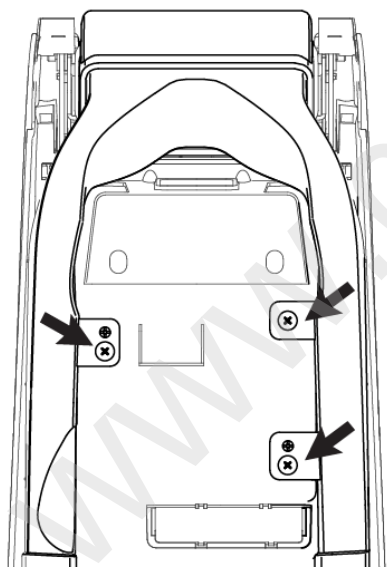

图 2.11.1 后排中出风左、右风管结构示意图
(1)如图 2.11.1 所示，用十字螺丝刀松开固定后排中出风左、右风管总成的三个螺钉（Q2734213F31）。